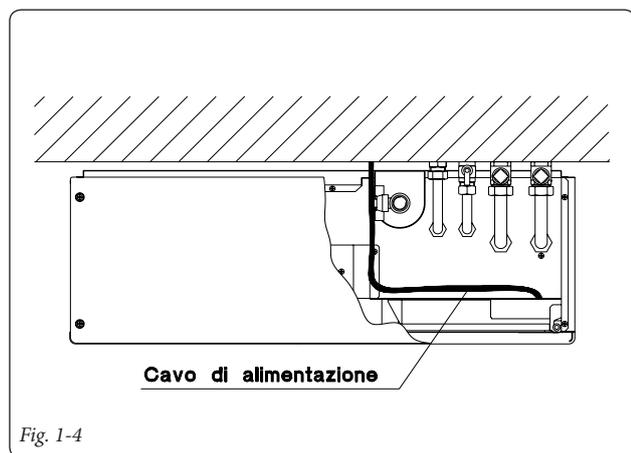

Fig. 1-4
polarità L-N ed il collegamento di terra , su tale rete deve essere prevista una disconnessione onnipolare con categoria di sovratensione di classe III. Il cavo di alimentazione deve rispettare il percorso prescritto (Fig. 1-4). In caso di sostituzione del cavo di alimentazione rivolgersi ad un tecnico abilitato (ad esempio il Servizio Assistenza Tecnica Autorizzato Immergas).
**Allacciamento elettrico Comando Amico Remotov2.** La caldaia funziona unicamente se collegata al Comando Amico Remotov2. Il Comando Amico Remotov2 deve essere allacciato ai morsetti +IN e - IN e ai morsetti 42 e 43 sulla morsettiera posta nel vano allacciamenti (in caldaia), rispettando la polarità ed utilizzando il relativo cavo di allacciamento che esce dalla caldaia (Fig. 1-4 e 3-2), l'allacciamento con polarità errata, pur non danneggiando il Comando Amico Remotov2, non ne consente il suo funzionamento. L'allacciamento alla caldaia avviene utilizzando due fili con sezione minima di 0,50 mm2 e massima di 2,5 mm2 e con lunghezza massima di 50 metri.